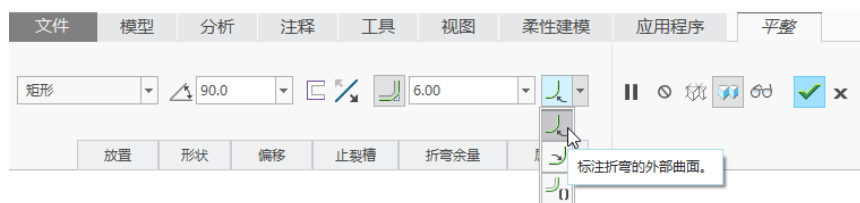

图 1-101 设置折弯半径及标注折弯的方法
(3) 在“平整”选项卡中，默认时，（在连接边上添加折弯）按钮处于被选中的状态；在该按钮右边的文本框中输入折弯的半径值为“6”，从“标注折弯方法”下拉列表框中选择 （标注折弯的外部曲面）图标选项，如图 1-101 所示。